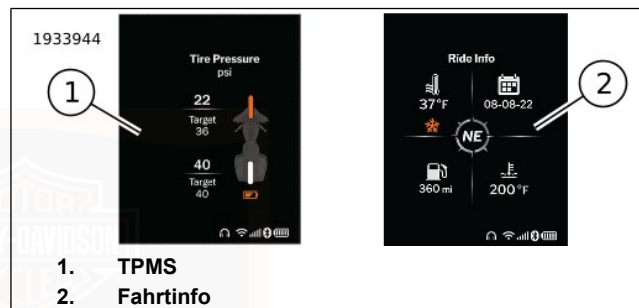

Abbildung 38. Widget-Optionen
Siehe Abbildung 38. **TPMS:** Das Reifendruck-Überwachungssystem (TPMS)-Widget (1) zeigt den Reifendruck am Vorder- und Hinterradreifen an. Die oberste Zahl, die für Vorder- und Hinterradreifen angezeigt wird, ist der tatsächlich gemessene Reifendruck. Der Sollwert zeigt den vom System aufgrund der Umgebungsbedingungen gewünschten Reifendruck an.